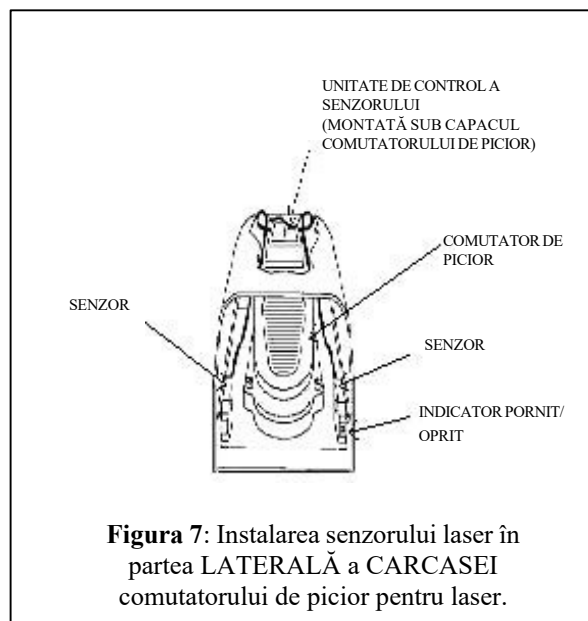

Figura 7: Instalarea senzorului laser în partea LATERALĂ a CARCASEI comutatorului de picior pentru laser.
4. În interiorul carcasei comutatorului de picior (Figura 7), poziționați senzorul de transmisie și senzorul de recepție pe părțile opuse ale comutatorului de picior. Nu poziționați senzorii pe părțile laterale ale comutatorului de picior.